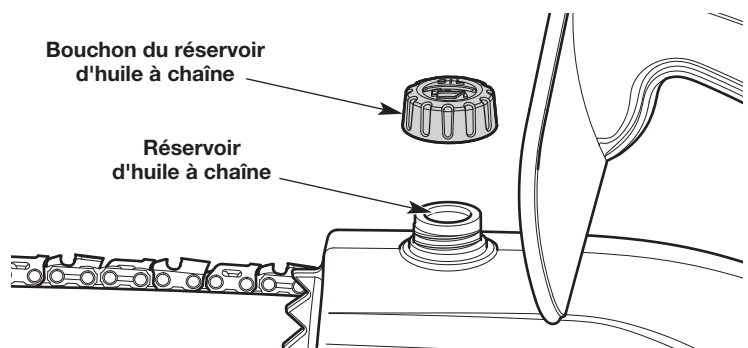

Fig. 26
3. Dévissez le bouchon du réservoir d'huile à chaîne (Fig. 26).